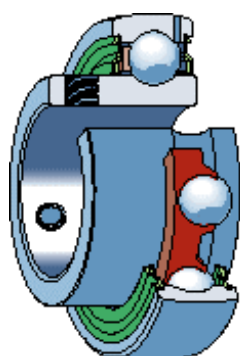

Figura 3.15- Disegno del cuscinetto
- Lo YAR che ha un anello interno sporgente da entrambe le parti. Per questi cuscinetti è previsto l'inserimento, oltre alle due tenute laterali, di un centrifugatore per entrambi i lati (Figura 3.15).